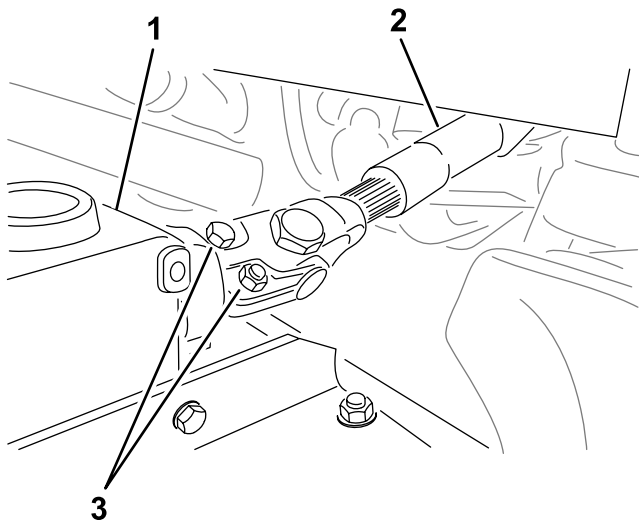

Figura 21
5. Retire os parafusos e as porcas do eixo da tomada de força (Figura 21) e deslize a culatra para fora da caixa de velocidades.